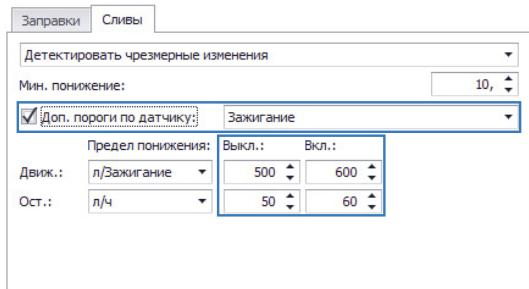

Рис.36. Дополнительные пороги понижения уровня для поиска сливов.
**Дополнительные пороги расхода.** Для учета чрезмерного понижения уровня топлива, вызванного не сливом топлива, а повышенным расходом, например, при подключении к ТС дополнительного оборудования (например, навесного с/х инструмента) могут быть введены дополнительные пороги расхода топлива. Для этого необходимо включить настройку «Доп. пороги по датчику» и в выпадающем списке выбрать датчик, при включении/выключении которого программа «АвтоГРАФ 5 ПРО» будет использовать дополнительные пороги расхода (Рис.36). Пороги расхода должны быть заданы для включенного и выключенного состояний датчиков.